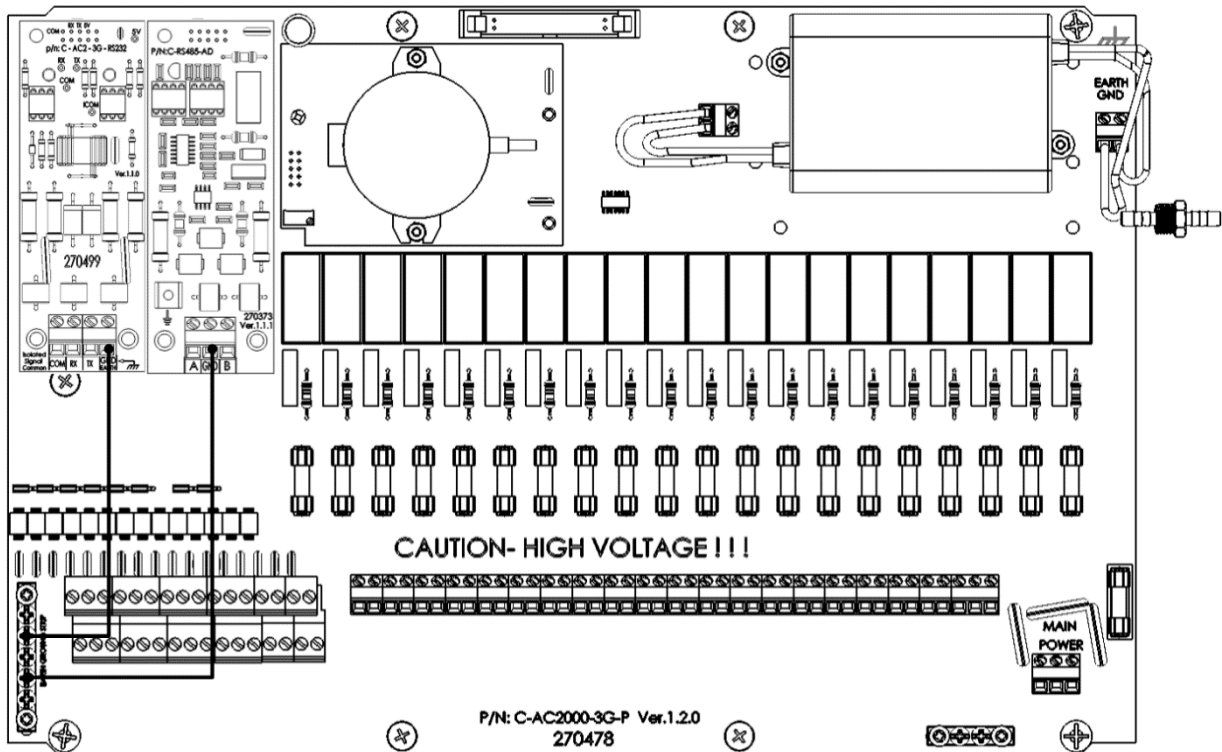

Figura 22: Tarjeta de comunicación a tierra
- Asegúrese de que un cable de conexión a tierra vaya desde la tarjeta de comunicación a la toma de tierra como se muestra en la Figura 22.
- Si necesita reemplazar la tarjeta de comunicación, conecte un cable de conexión a tierra como se muestra en la Figura 22.